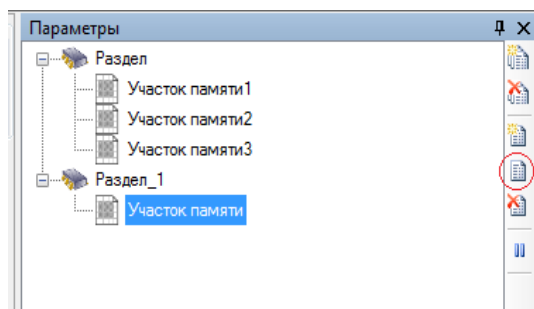

Рисунок 2.39
1) выделить участок в дереве разделов панели **Параметры** и нажать кнопку  (рисунок 2.39), либо двойным кликом по участку в дереве разделов;